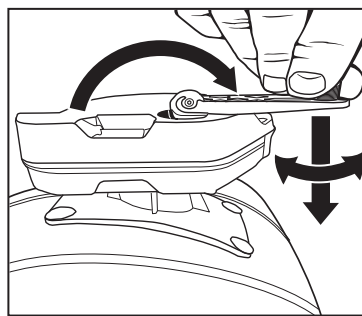

Fig. 3.
- Dégager le bras de réglage (voir la Fig. 3).